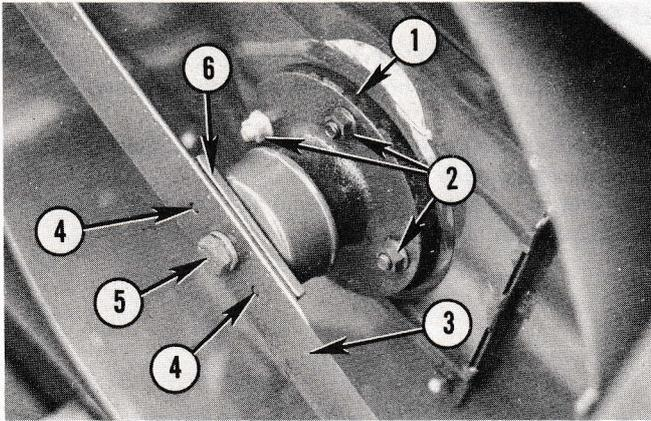

Fig. 42 — Réglage de la tension des courroies
— Fig. 42 et 43
3. Desserrer d'un tour les écrous du boîtier d'axe de poulie-lame extérieure (N° 2, Fig. 42).
5. Frapper le boîtier d'axe (N^o 1, Fig. 42) sous la base de la tondeuse avec un marteau, pour débloquer les boulons de montage.
8. Resserrer les boulons de boîtier d'axe de poulie-lame (N^o 2, Fig. 42) entre 4,2 et 4,8 daNm (30-35 lbs-pi.). Remonter les carters des courroies.
Entourer le tranchant de la lame d'un chiffon épais pour le tenir alors qu'on débloque son boulon de fixation. Noter l'ordre de montage des différentes pièces afin de pouvoir les remonter exactement dans le même ordre. Les lames sont fixées à l'axe au moyen d'un adaptateur de lame, de goupilles de cisaillement (cassables) et d'un boulon avec une rondelle Belleville et une rondelle de blocage (Fig. 42).